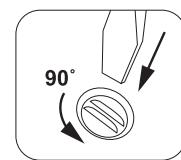

Рис. 10
**ПРИМЕЧАНИЕ.** Сервисные заглушки, а также запасные щелевые вставки можно хранить до следующего использования под крышкой DWM. Чтобы снять крышку, следует повернуть против часовой стрелки три пластиковых фиксатора, расположенных на крышке (рис. 10).